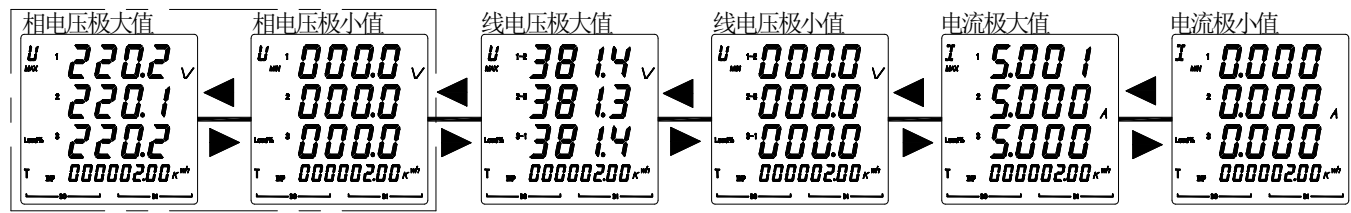

图 23
5.2.8 查看 DMY72L/96L 的极值参数步骤如图 23 所示